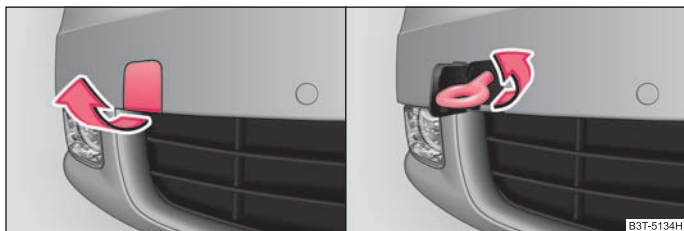

Fig. 208 Bara de protecție față: Demontarea capacului / Montarea cârligului de tractare
- Scoateți capacul din bara de protecție față ⇒ fig. 208 - stânga.
- Înșurubați cârligul de tractare cu mâna spre stânga până la limită ⇒ fig. 208 - dreapta și strângeți-l cât de mult posibil. Pentru strângere, vă recomandăm de exemplu să utilizați cheia de roți, inelul de ancorare al unui alt autovehicul sau un alt obiect asemănător, pe care să îl puteți introduce în cârlig.